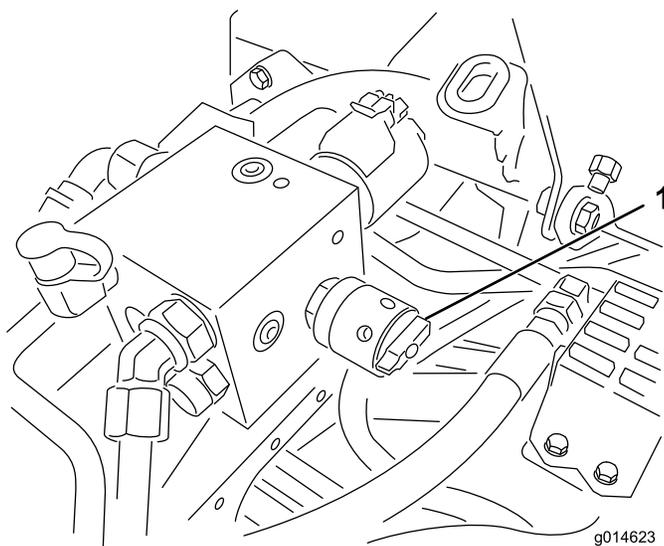

図 55
**重要** バックラップ・レバーを通常位置 (F) に戻しておかないと、カッティングユニットを通常通りに操作することができません。
6. リール速度コントロールを 1 にセットする (図 55)。